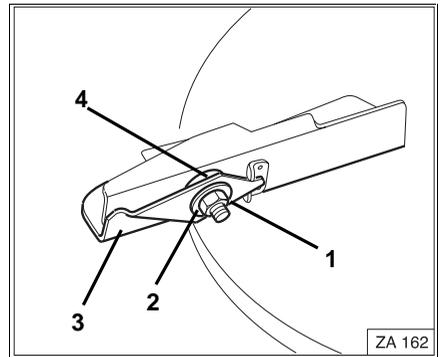

Fig. 54
- Dévissez l'écrou autobloquant (Fig. 54/1).
- Retirez les rondelles Belleville (Fig. 54/2).
- Procédez à l'échange de l'aileron relevable (Fig. 54/3).
- Si nécessaire mettre en place une rondelle en plastique (Fig. 54/4).
- **Empiler** les rondelles Belleville (Fig. 54/2) **en les inversant alternativement** (ne pas les emboîter les unes dans les autres).
- Vissez l'écrou autobloquant en laiton (Fig. 54/1) avec un couple de serrage de **6 - 7 Nm**, de façon à ce que l'aileron relevable puisse être encore relevé manuellement, mais de sorte qu'il ne puisse pas se relever de lui-même intempestivement en cours de travail.